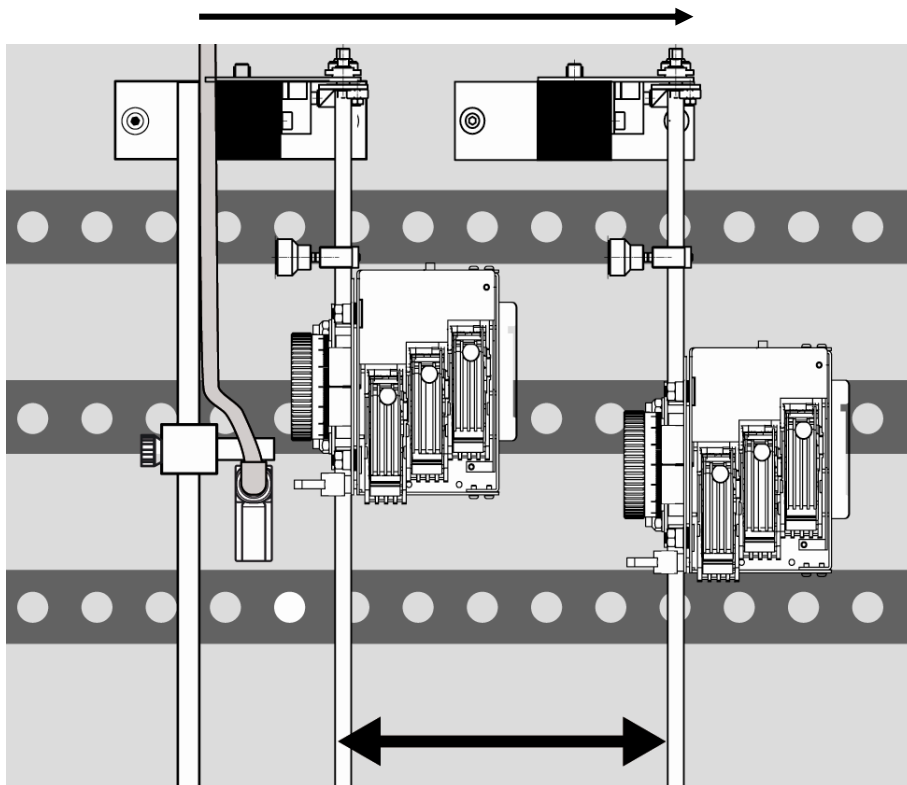

Abbildung 23: Messen des Abstands zwischen Druckeinheiten
- Messen Sie den Abstand zwischen Druckeinheit 1 und Druckeinheit 2. Messen Sie den Abstand vom vorderen Rand der Montageschiene von Druckeinheit 1 bis zum vorderen Rand der Montageschiene von Druckeinheit 2. In Abbildung 23 wird veranschaulicht, wie der Abstand gemessen wird.